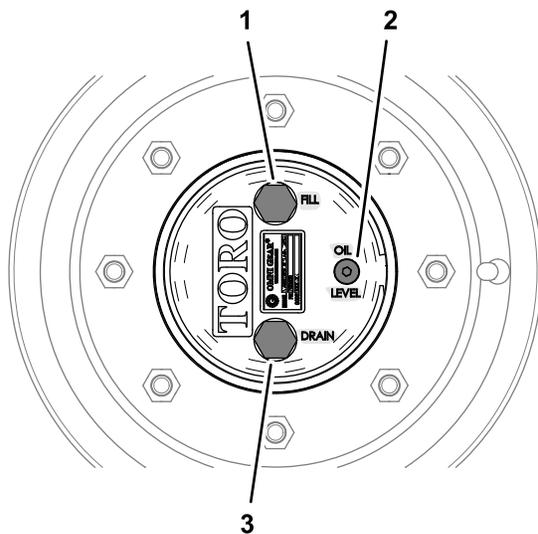

Figura 91
1. Com a máquina numa superfície plana, posicione uma roda de forma a que o tampão de enchimento fique na posição mais elevada (12 horas) e o tampão de drenagem na posição mais baixa (6 horas) (Figura 91).
de enchimento fique na posição mais elevada (12 horas) e o tampão de drenagem na posição mais baixa (6 horas); consulte Figura 91 em Verificação do lubrificante da transmissão da engrenagem planetária (página 75).